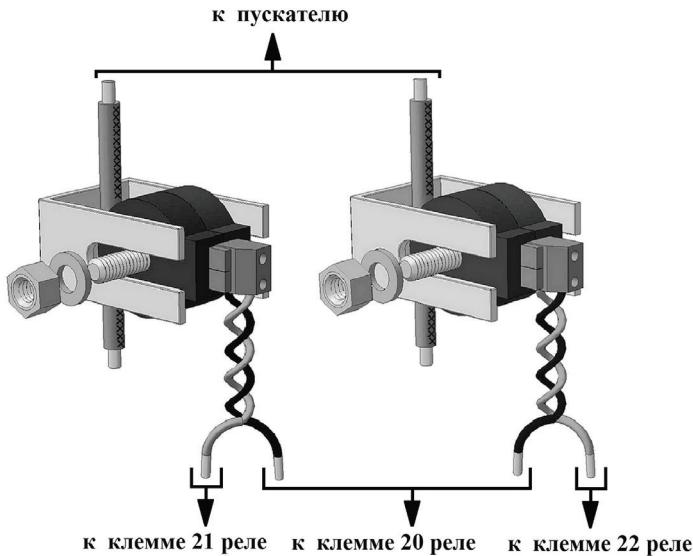

Рис. 4.3. Общий вид датчиков тока
Датчик тока (рис. 4.3) представляет собой малогабаритный трансформатор. Первичной обмоткой является фазный провод, соединяющий пускателем и двигатель. Вторичная обмотка намотана на катушку, размещенную в пластмассовом корпусе с выходными клеммами. Магнитопроводом служат стальные скоба и ось. Конструктивно они выполнены так, что с их помощью датчик крепится непосредственно на изолированном фазном проводе.
6.2.2 Закрепить датчики тока на двух фазных проводах, соединяющих пускатель и двигатель (см. рис. 4.3).